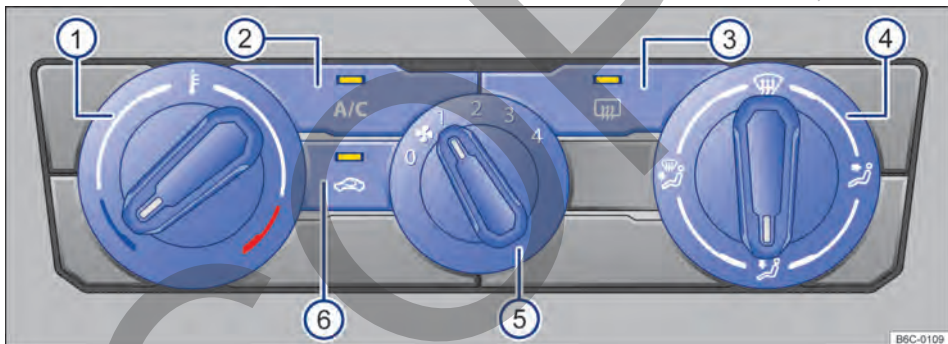

Fig. 87 Comandos del aire acondicionado.
- *Aire acondicionado*: girar el regulador del ventilador al nivel 0 → fig. 87 ⑤.
- *Aire acondicionado*: girar el regulador giratorio izquierdo → fig. 87 ①.
- *Aire acondicionado*: girar el regulador del ventilador → fig. 87 ⑤.
- *Aire acondicionado*: girar el regulador de la derecha → fig. 87 ④ a la posición deseada.
- *Aire acondicionado*: girar el regulador derecho a la posición ☞ → fig. 87 ④.